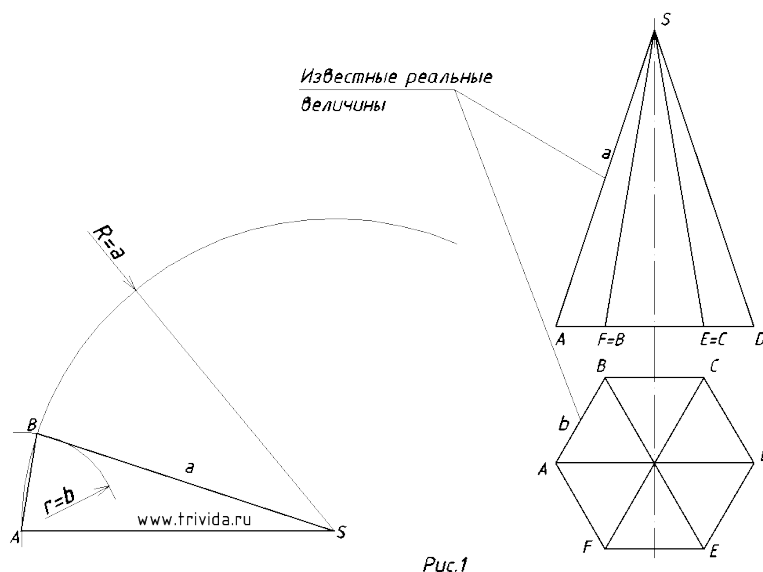

Рис.1
1. Проведем первую линию горизонтально (рисунок 1). Затем, проведем широкую дугу радиусом $R=a$, т.е. радиусом равным длине бокового ребра пирамиды. Получим точку A. Из нее сделаем с помощью циркуля засечку на дуге, радиусом $r=b$ (длина стороны основания пирамиды). Получим точку B. Это есть первая грань пирамиды.